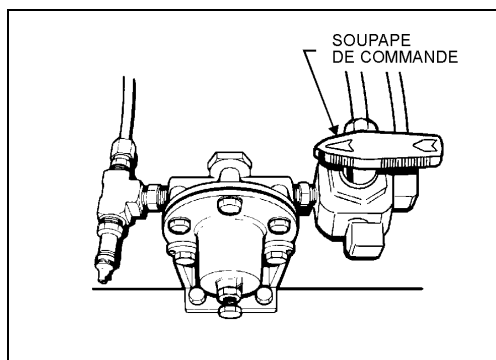

FIGURE 1: SOUPAPE DE COMMANDE 12018
- Relâcher la pression dans les coussins pneumatiques à l'aide de la soupape de commande (Fig. 1). La soupape de commande est située dans le compartiment du moteur: près du réservoir auxiliaire d'huile à moteur pour les véhicules de série H3 et au-dessus de la porte pour les véhicules de série XL. La soupape de commande fonctionne manuellement.